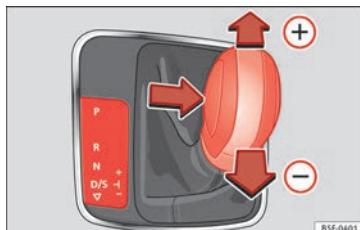

Fig. 159 Cambiar con Tiptronic.
- Empuje suavemente la palanca selectora hacia adelante » fig. 159 (+) para engranar las marchas largas.
- Empuje suavemente la palanca selectora hacia atrás » fig. 159 (-) para reducir de marcha.